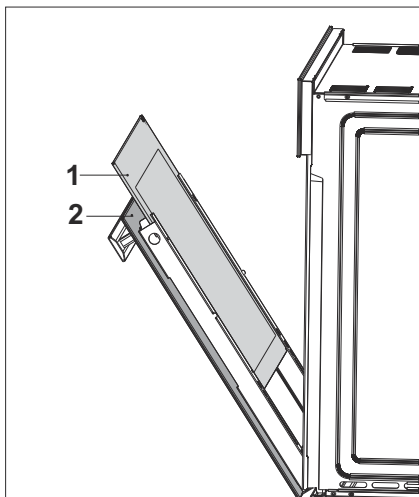

Fig. 29
- Remova o vidro interno do eletrodoméstico para limpá-lo (Fig. 29).